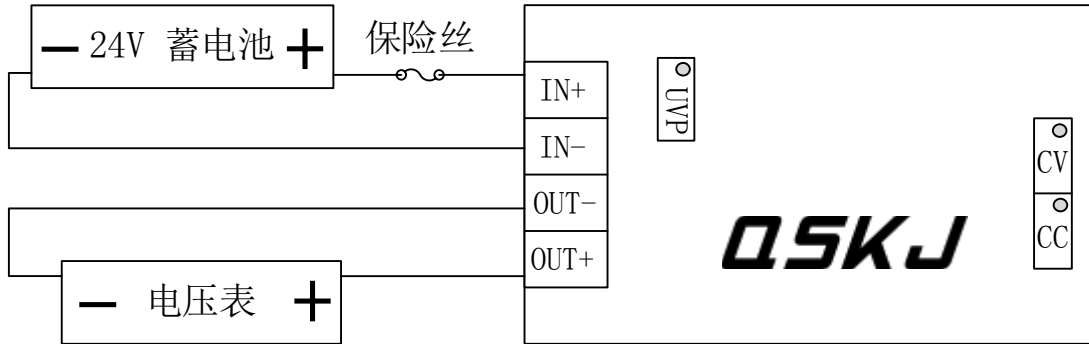

图 11
1. 24V 蓄电池连接模块的 IN+, 24V 蓄电池负极连接模块的 IN-, 模块输出不接负载, 顺时针缓慢调节 CV 电位器, 输出电压达到 34.5V 即可。(如图 11 所示)